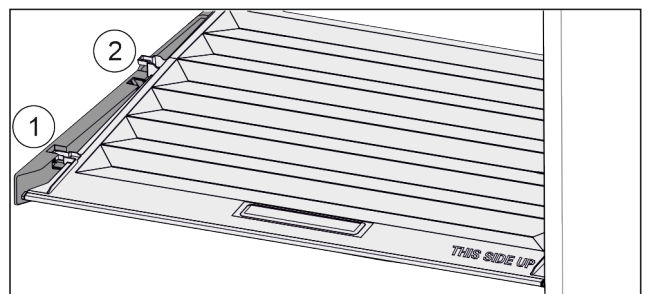

Fig. 48
- ▶ Arrastre hacia adelante Fig. 48 (1) la tapa hasta la abertura en las piezas de soporte.
- ▶ Levántela de la parte trasera desde abajo y quítela Fig. 48 (2) hacia arriba.